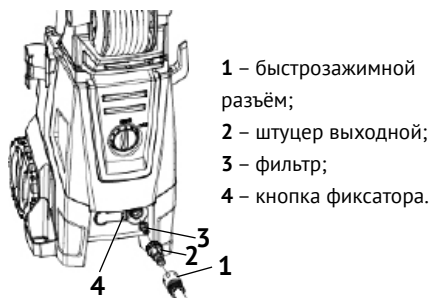

рис.4
7.1.3 Подключение шланга высокого давления к выходному штуцеру (рис.4):
- вставить фильтр (рис.4 поз.3) в выходной штуцер (рис.4 поз.2);
- закрепить разъем шланга (рис.4 поз.1) на выходной штуцер (рис.4 поз.2);
- зафиксировать шланг кнопкой фиксатора (рис.4 поз.4).